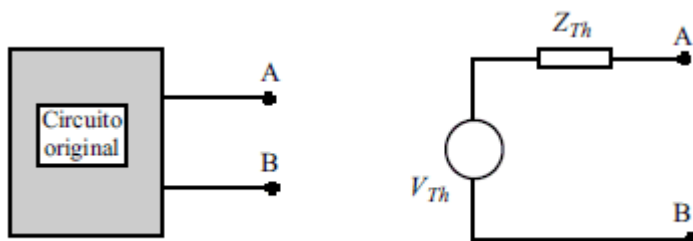

Figura 2
2) **Limitação da corrente máxima de saída** : Os potenciais envolvidos em processos de eletrofiação pode chegar a mais de 25 kV. A energia de saída de uma fonte de alimentação pode ser perigosa se sua impedância de saída for muito baixa. Representamos esta impedância interna da fonte de alimentação de alta tensão em seu “*equivalente de Thévenin*” como um resistor Z_{th} em série com uma fonte de tensão V_{th} (ver *figura 2*). Em última análise esta resistência interna é quem limita a corrente máxima gerada pela fonte e, portanto, a carga elétrica transferida para sua saída a cada momento.